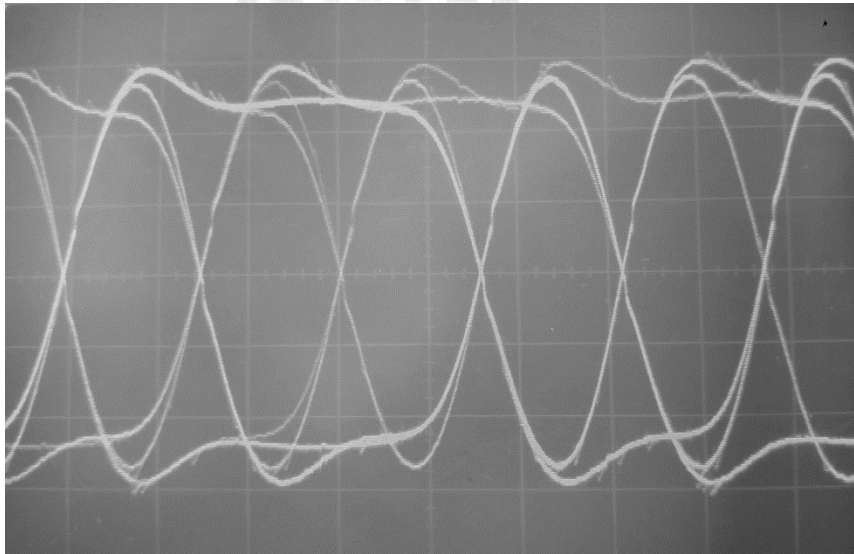

Figura 4.7 Diagrama de ojo.
5. Analizar la forma de onda en la salida del amplificador de recepción (TP49). La señal obtenida se conoce como diagrama de ojo similar al de la figura 4.7.